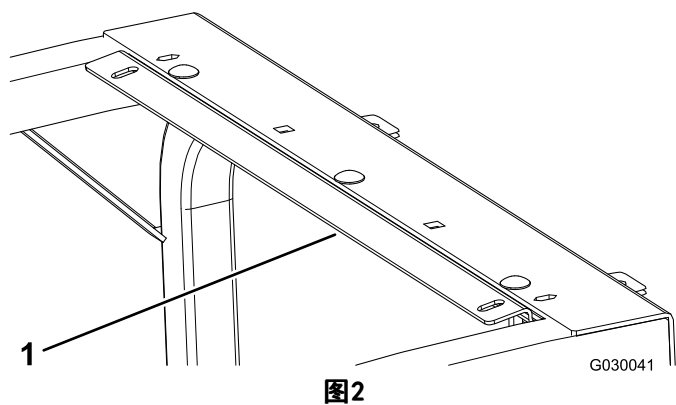

图2
- 定位后支架，确保 3 个现有托架螺栓正确插入托架中的 3 个插槽中（图2）。